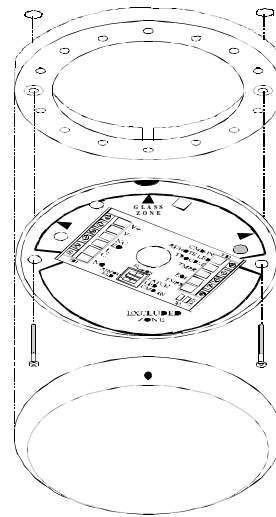

Рис. 9. Установка с дополнительной установочной панелью FG-SP2.
3. Для установки с поверхностной прокладкой соединительных проводов используйте дополнительную установочную панель FG-SP2 (см. рис. 9).